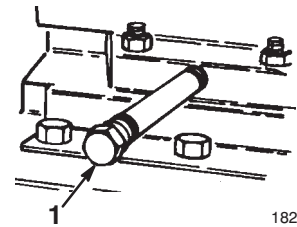

Bild 32
3. Reinigen Sie den Bereich um die Ölablassschraube (Bild 32).